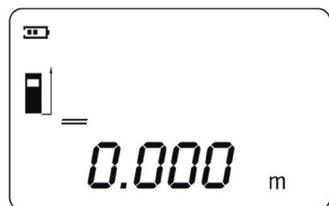

Fig. 4
1. Per inserire l'apparecchio, occorre premere il tasto 1; l'apparecchio si avvia nella modalità per la misurazione di distanza semplice (fig. 4).